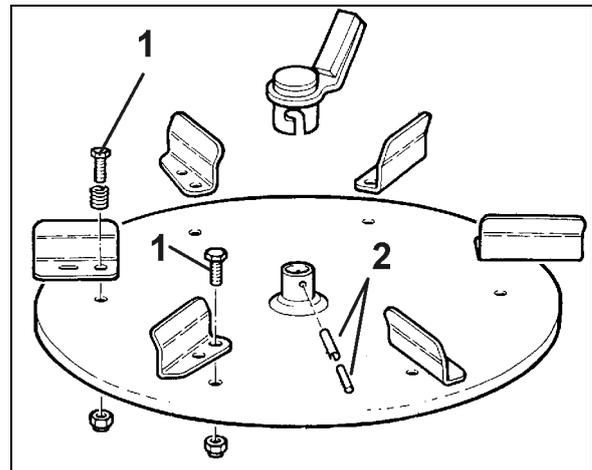

Fig. 27
2. Quitar los pernos (Fig. 27/1) y reemplazar las paletas esparcidoras.
1. retirar la espiga tensora (Fig. 27/2) del cabezal agitador.